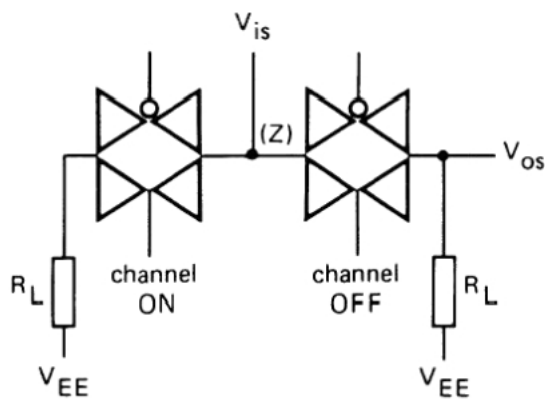

图5
- 5.RL=1KQ;Vs=VoD(PP)/2 (正弦波, 在 Voo/2 处对称);20lg(Vos/Vis)=-50dB;如图5 所示